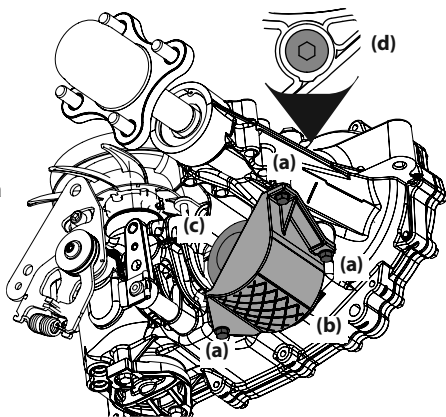

Figura 36
2. Extraiga los tres tornillos de la protección del filtro (a) y la protección del filtro (b). Limpie los residuos sueltos que haya alrededor del filtro (c). Consulte la Figura 36.
8. Extraiga el tapón del orificio superior (d) de los transejes para permitir que se purguen durante el llenado. Consulte la Figura 36.